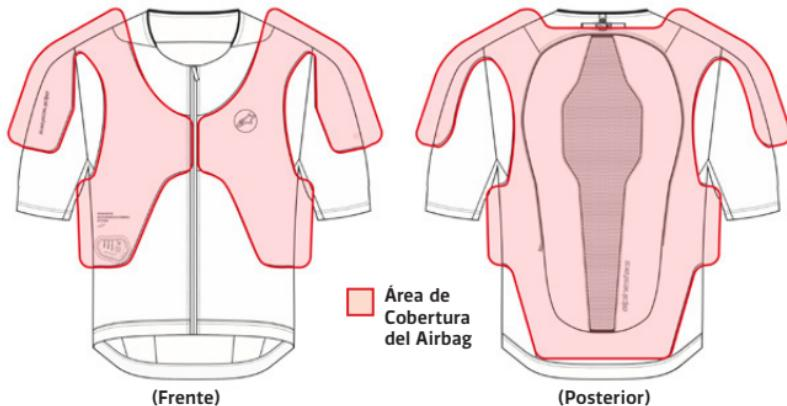

Figura 2: Área de Cobertura (11) del Airbag
El Sistema está equipado con un Airbag (11) que cubre las áreas mostradas en la Figura 2, protegiendo al Usuario de la motocicleta que utiliza el Sistema en caso de accidente u otras situaciones que lo desplieguen. Existen limitaciones en la protección que el Sistema puede ofrecer, como se explica más adelante en el presente Manual del Usuario (Sección 4, "Limitaciones de Uso").
¡ADVERTENCIA! El Sistema proporciona sóporte limitada contra impactos en las áreas cubiertas por el Airbag (11), como se muestra en la Figura 2. No se garantiza que el Sistema prevenga lesiones (incluyendo lesiones graves o fatales) dentro y/o fuera de las áreas de cobertura del Airbag (11) o de la Cobertura de Protección.